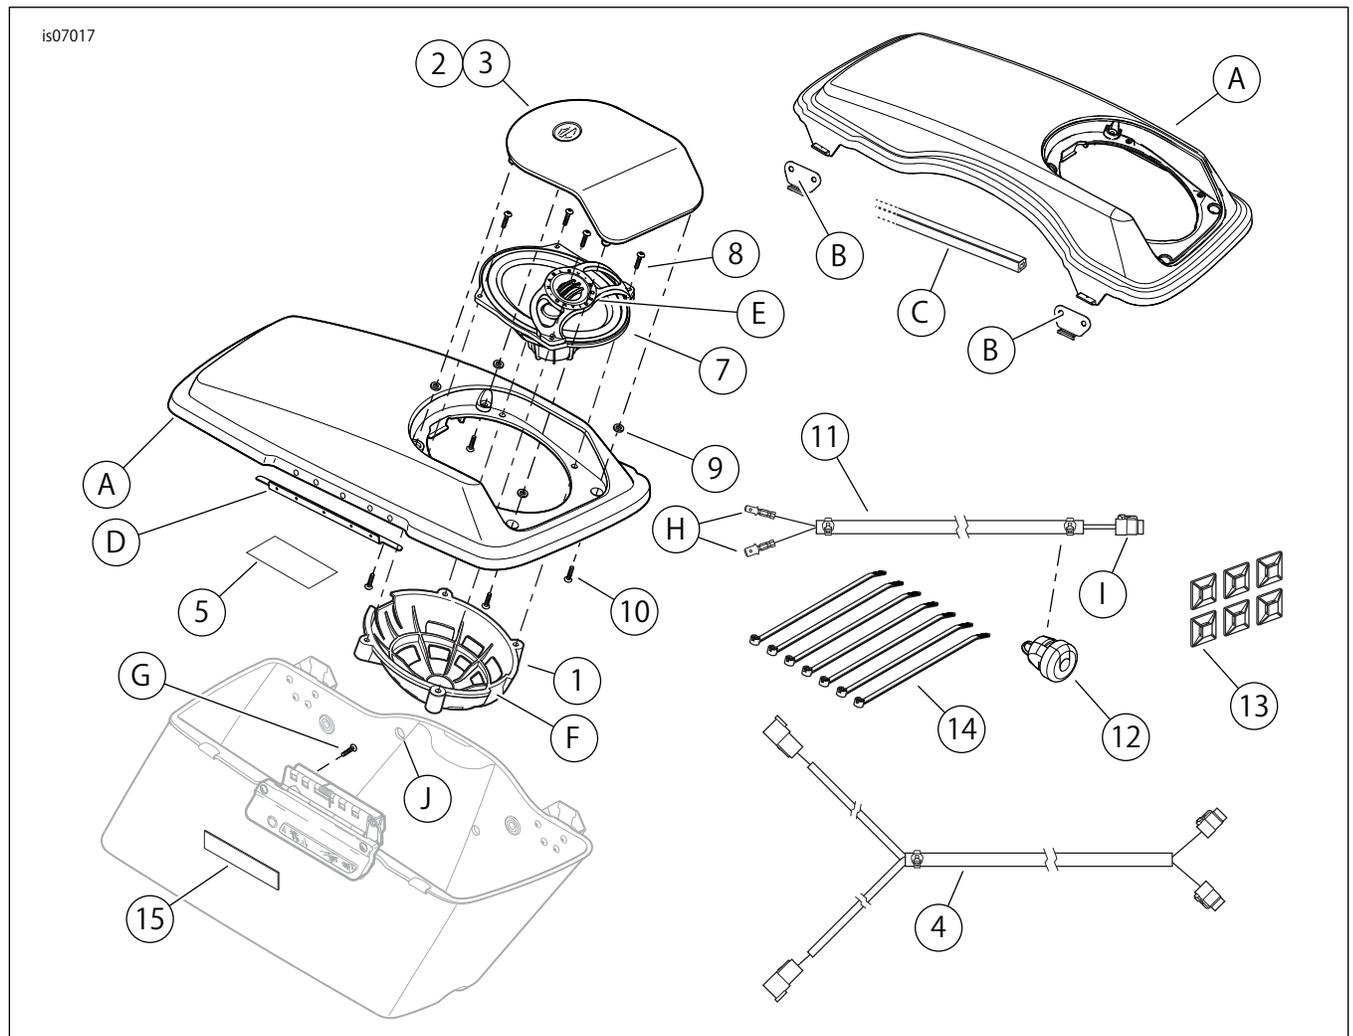

図7。交換用パーツ、Boom!オーディオサドルバッグスピーカーキット
1. 「図7」を参照してください。リアスピーカーハーネス(4)の一端にある2本の長い分岐のソケットハウジングを点検します。ソケットハウジングの一つ(「RIGHT」と表記): このハウジングを右サドルバッグから出るピンコネクターに取り付けます。残りのソケットハウジング(表記なし): このハウジングを左サドルバッグから出るピンコネクターに取り付けます。
6. リアスピーカーコネクタの組み合わせ: 「図7」を参照してください。リアハーネス(4)6ウェイソケットハウジングのキャビティ5と6の配線色を、ラジオハーネスまたはウルトラ以外のオーバーレイハーネス6ウェイピンハウジング[41A]と[42A]の色と適合させます。左右スピーカーソケットハウジングを正しいピンハウジングに差し込みます。ラジオハーネスあり、フロントアンプなし: ラジオハーネスあり、フロントアンプあり: 4本の終端のワイヤーをアンプのハーネスコネクタ[149B]に挿入します。Boom!™ オーディオアンプキット説明書を参照してください。
「図7」を参照してください。キットからサドルバッグスピーカージャンパーハーネス(11)2個を取り出します。